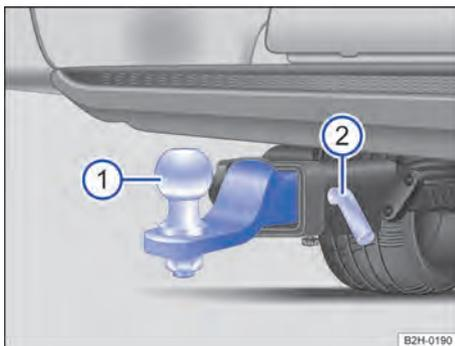

Fig. 130 Sob o para-choque traseiro: montar o engate de reboque.
- Verificar se o alojamento do engate de reboque está limpo e sem danos → ①. Se necessário, limpar.
- Empurrar o engate de reboque → Fig. 130 ① até o batente no alojamento.
– Empurrar o pino de travamento → Fig. 130 ② no alojamento e travar com o pino de bloqueio → ⚠.